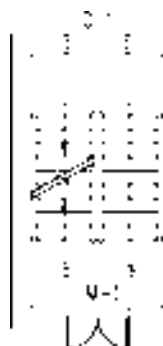

图 10-36 箭头引注
4) 重复操作, 添加另一箭头引注, 结果如图 10-36 所示。